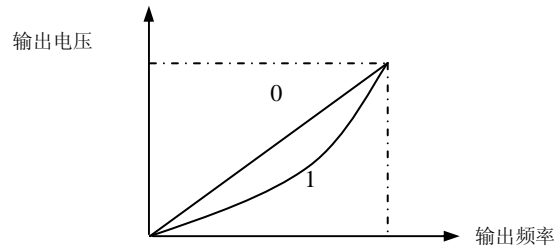

图 6-2 V/F 曲线模式
- 0: 线性模式, 适合大多数负载, 如图 6-2 中直线所示。
- 1: 平方模式, 适合风机、水泵类负载, 如图 6-2 中曲线所示。